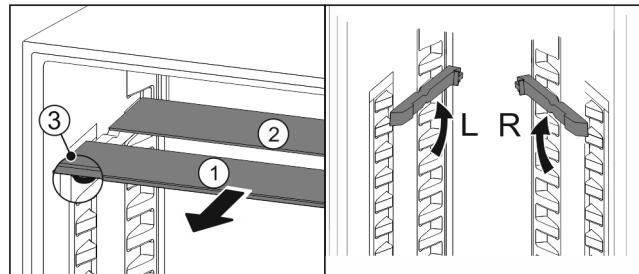

Fig. 100
- ▶ Extrageți Fig. 100 (1) pe rând plăcile de sticlă spre înainte.
- ▶ Placa de sticlă Fig. 100 (1) cu șipca decorativă se află în față.
- ▶ Opritoarele Fig. 100 (3) indică în jos.